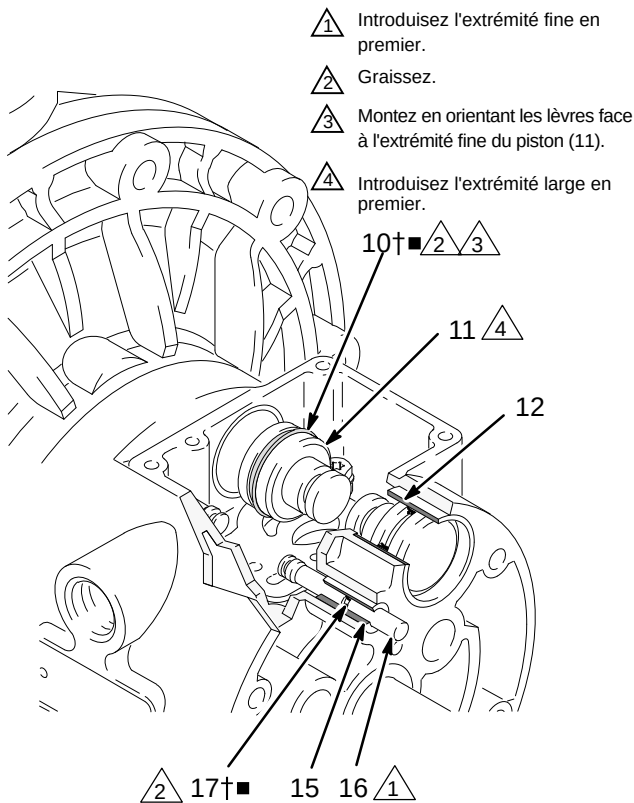

FIG. 8
4. Sortez les deux pistons d'actionnement (11) des coussinets (12). Retirez les joints en coupelle (10) des pistons. Sortez les axes de commande (16) des coussinets (15). Retirez les joints toriques (17) des axes de commande. Consultez Fig. 8.
6. Examinez les coussinets (12, 15) en place. Consultez Fig. 8. Les coussinets sont cintrés et, s'ils sont endommagés, doivent être retirés par l'extérieur. Pour cela, il est nécessaire de démonter la partie fluide. Voir page 22.
4. Placer un joint torique (17†■) sur chaque tige de commande (16). Graissez les axes et les joints toriques. Insérez les axes dans les coussinets (15), extrémité **fine** en premier. Consultez FIG. 8.
5. Installez un joint en coupelle (10†■) sur chaque piston d'actionnement (11), en orientant les lèvres des joints vers l'extrémité **fine** des pistons. Consultez FIG. 8.
6. Lubrifier les joints en coupelle (10†■) et les pistons d'actionnement (11). Insérez les pistons d'actionnement dans les coussinets (12), extrémité **large** en premier. Laissez l'extrémité fine des pistons exposée. Consultez FIG. 8.